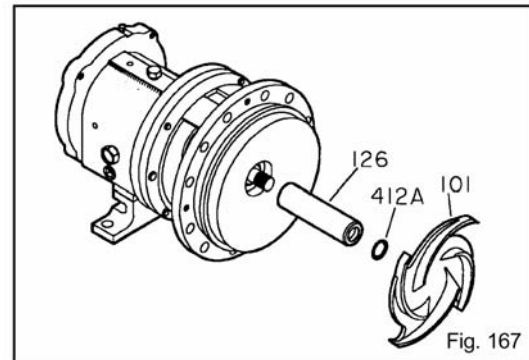

Fig. 167
3. Instale la bocina del eje (126) (Fig. 167).